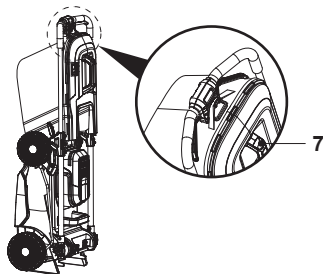

Fig. 25
8. Lo más recomendable es almacenar el cortacésped con el recogedor de hierba (7) enganchado a él y el accesorio triturador (23) montado en el cortacésped (Fig. 25).